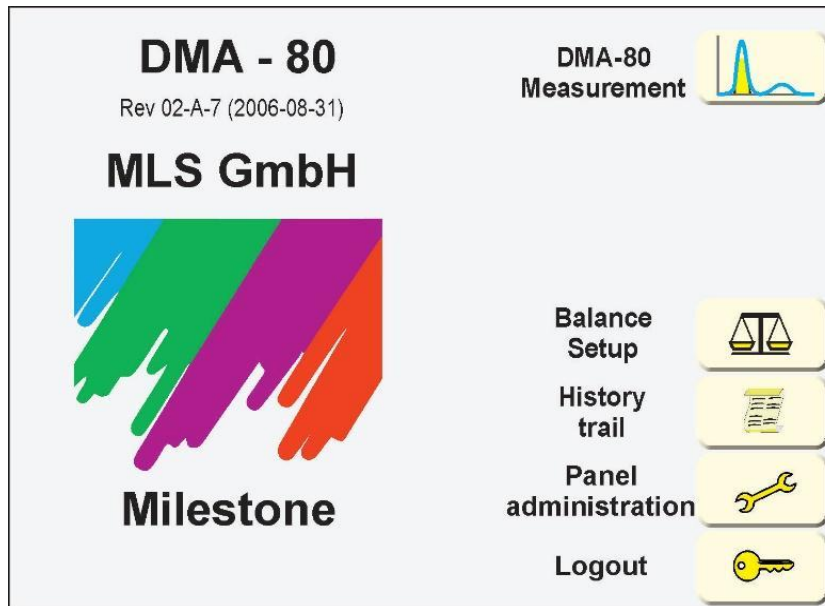

Fig.12 Pantalla de inicio del equipo DMA-80
- Luego presionar el botón **DMA-80 Measurement** de la pantalla de inicio. (Fig.12)